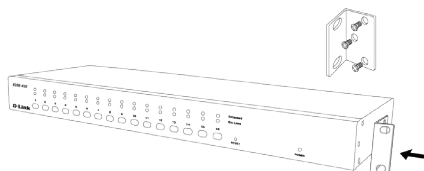

Figura 9. Panel Frontal KVM-440
1. Una el kit de montaje a los lados del Switch KVM utilizando tornillos (Ver figura 9)